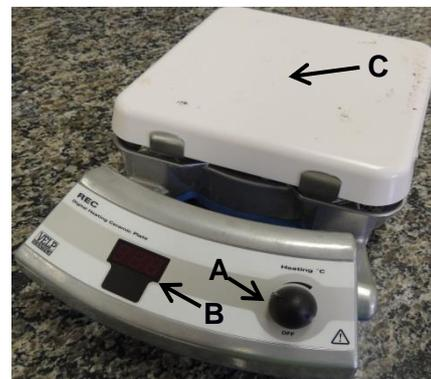
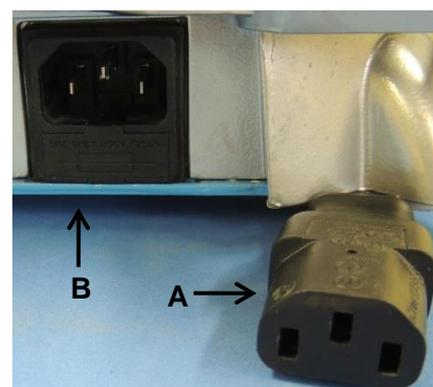
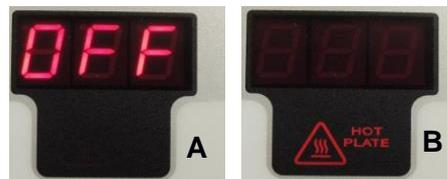

Figura 1. Chapa de Aquecimento (Velp científica)
Figura 2. Parte posterior da Chapa de Aquecimento.
Figura 3. Detalhe do visor
- 1.1 Regulador de temperatura (Figura 1.A);
- 1.2 Visor (Figura 1.B);
- 1.3 Superfície de aquecimento (Figura 1.C);
2.1 Verificar a compatibilidade da rede elétrica (220 V) com a chapa de aquecimento (Figura 1) e conectar o cabo de força (Figura 2.A) na parte posterior do equipamento (Figura 2.B).
2.2 Girar o botão regulador de temperatura (Figura 1. A) no sentido horário até que a temperatura desejada apareça no visor (Figura 1. B).
2.3 Ao realizar a análise, deve-se atentar que a temperatura indicada no visor (Figura 1. B) é a temperatura programada e não a temperatura em que a superfície de aquecimento (Figura 1.C) encontra-se.
2.4 Durante o aquecimento não permita que o cabo de força (Figura 2. A) entre em contato com a superfície de aquecimento (Figura 1.C).
2.5 Para desligar a chapa de aquecimento, gire completamente o botão regulador de temperatura (Figura 1. A) no sentido anti-horário até aparecer a palavra "off" no visor (Figura 3. A).
2.6 A indicação “*Hot Plate*” (Figura 3. B) permanecerá acesa enquanto a chapa estiver acima de 50 °C, mesmo que o botão de controle de temperatura esteja desligado, permanecendo aceso até a mesma apresentar temperatura inferior a 50 °C.